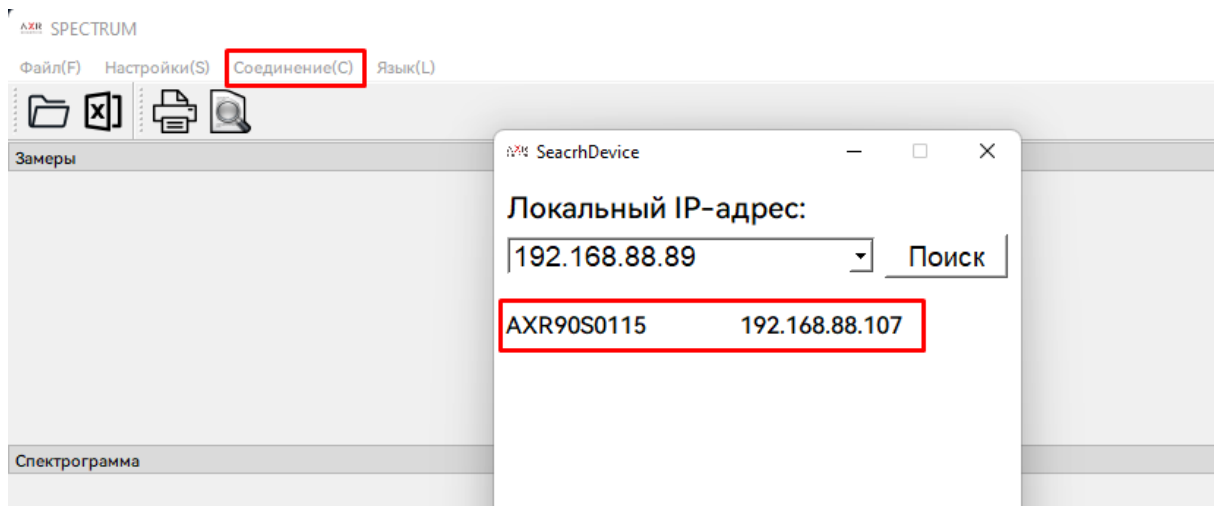

Рис. 10.5 Подключение анализатора
Сначала убедитесь, что компьютер и анализатор подключены к одной Wi-Fi-сети, нажмите «Connect (C)» в строке меню и затем «Поиск», после чего необходимо выполнить поиск анализатора. Дважды щёлкните по выбранному анализатору (Рис. 10.5), автоматически откроется страница входа, введите пароль, после чего установится успешное соединение.